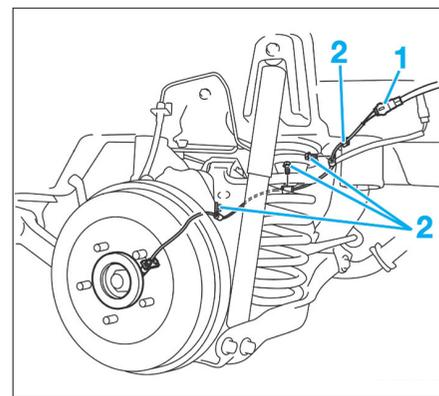

FIG. 34
- Débrancher le connecteur du capteur de roue (1) (**Fig.34**).
- Déposer l'ensemble des vis (2) de fixation du faisceau.